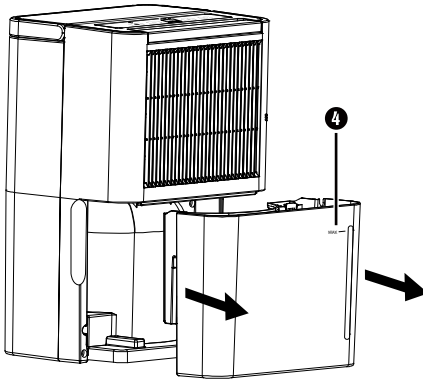

Abb. 2
- ◆ Ziehen Sie den Wassertank 4 vorsichtig an den seitlichen Griffmulden aus dem Gerät heraus (siehe Abbildung 2).